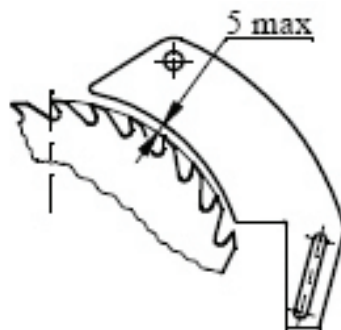

рис. 6
- выставить зазор между расклинивающим ножом и зубьями пильного диска. Зазор должен быть не более 5 мм (рис. 6). Это достигается перемещением расклинивающего ножа по наклонному пазу.